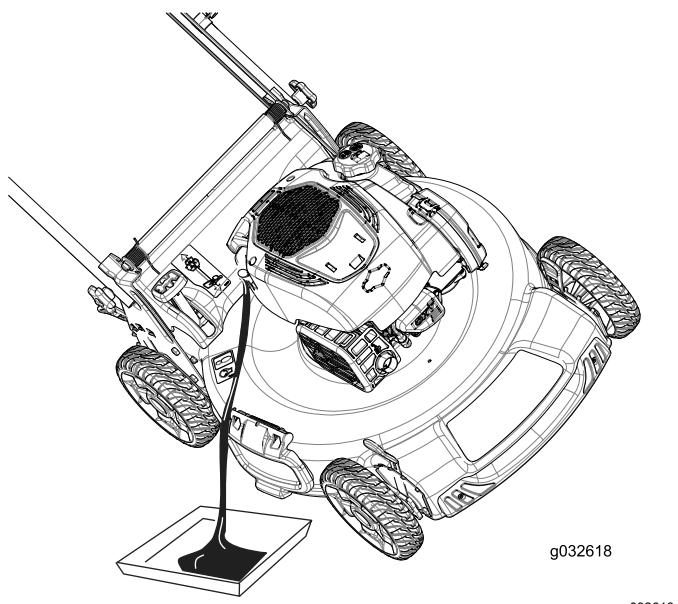

Figura 23
4. Incline la macchina sul fianco (di modo che il filtro dell'aria si trovi in alto) per scaricare l'olio usato attraverso il tubo di riempimento (Figura 23).